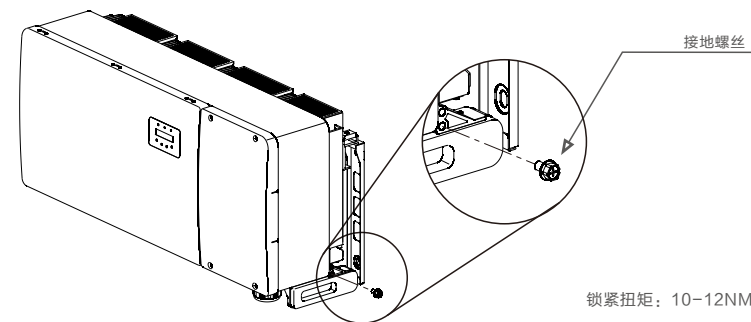

图3.19 固定线缆
6. 将接地线连接到散热器上的接地点，并拧紧接地螺栓，扭矩为10~12Nm（见图3.19）。